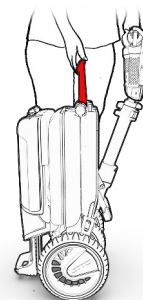

Figura 7
- Sujete el ATTO tanto por el mango principal como por el manillar (consulte la Figura 7).